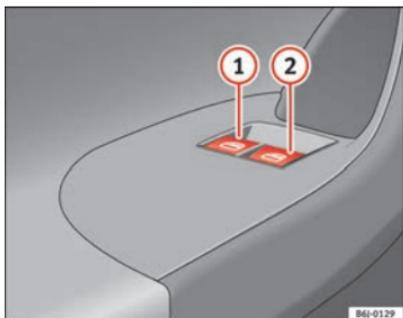

Abb. 48 Ausschnitt aus der Fahrertür: Schalter für die Fenster vorne.
Die Tasten ⇒ Seite 91, Abb. 48 ①, ② haben zwei Stufen zum Öffnen und zwei zum Schließen des Fensters. Dadurch ist es einfacher, die Öffnungs- und Schließvorgänge zu kontrollieren.